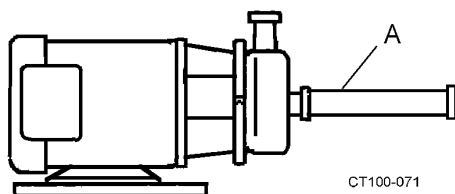

Figura 5 - Lunghezza del tubo diritto
- Mantenere la sezione di tubazione (vedere Figura 5, rif. A) di lunghezza di almeno 8 diametri sull'ingresso della pompa.